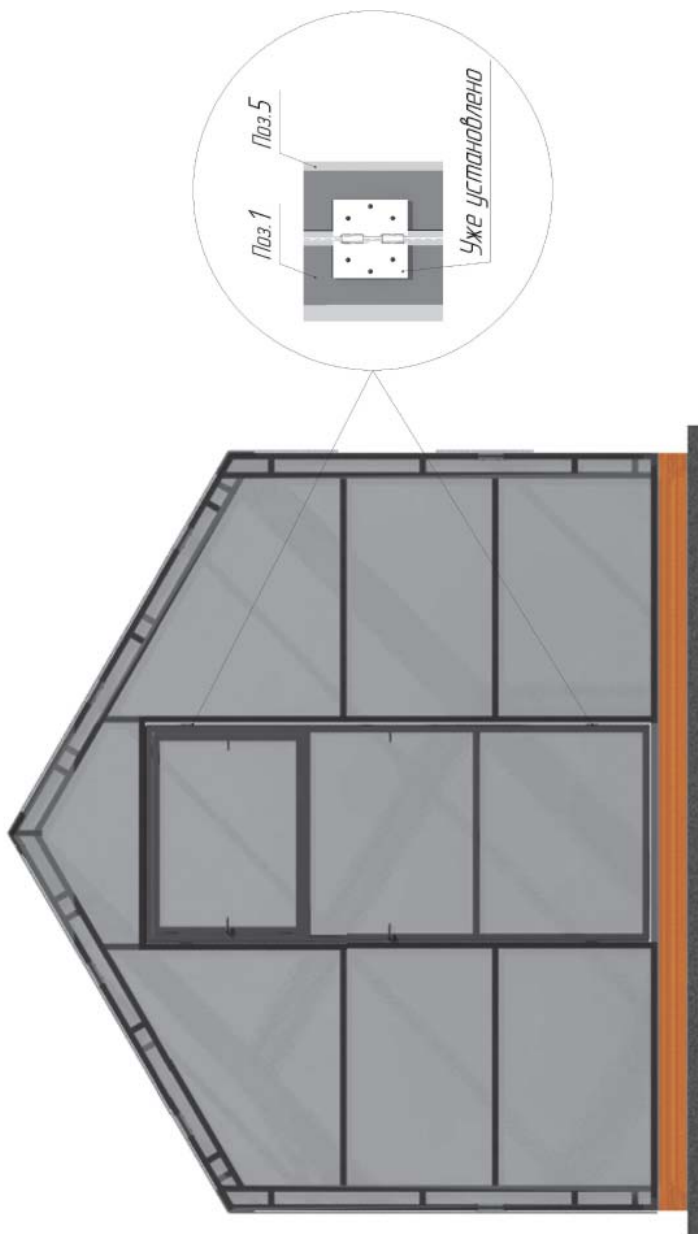

Рисунок 5 – Схема раскроя поликарбоната для дверей и форточек
4. Прорезать проем форточек и двери (особое внимание уделить петлям) (рис.5).